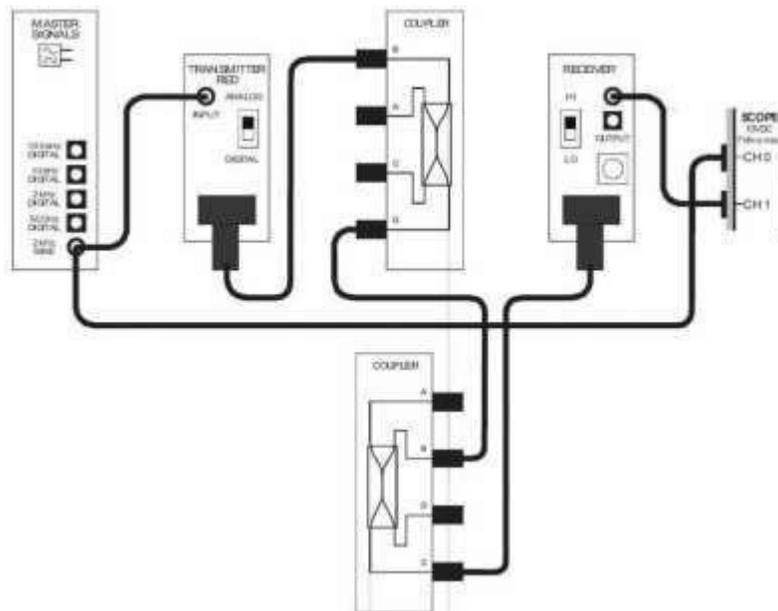

Figura 2.
3. Construir el circuito como se muestra en la Figura 2.